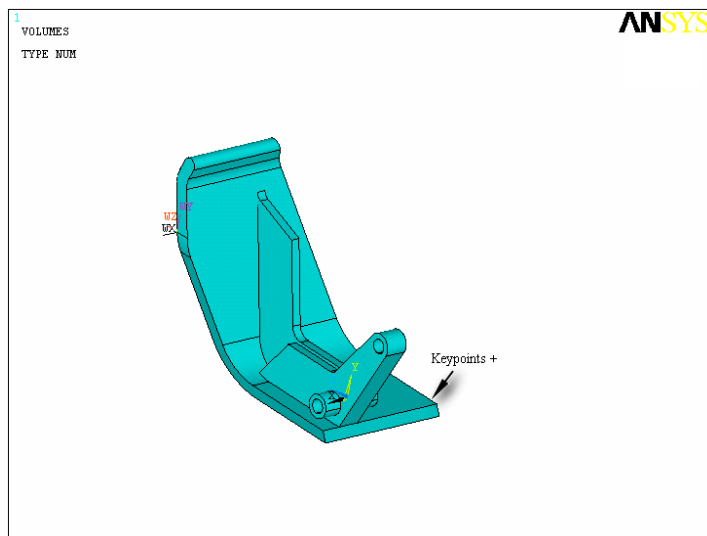

图 3-30 平移工作平面
① 从实用菜单中选择 Utility Menu: WorkPlane > Offset WP to > Keypoints +
② 在 ANSYS 输入窗口选择底板的右边的内角点，单击 “OK” 按钮，如图 3-30 所示。